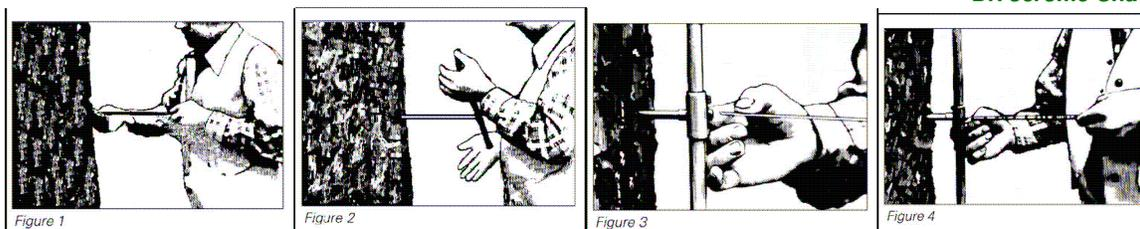
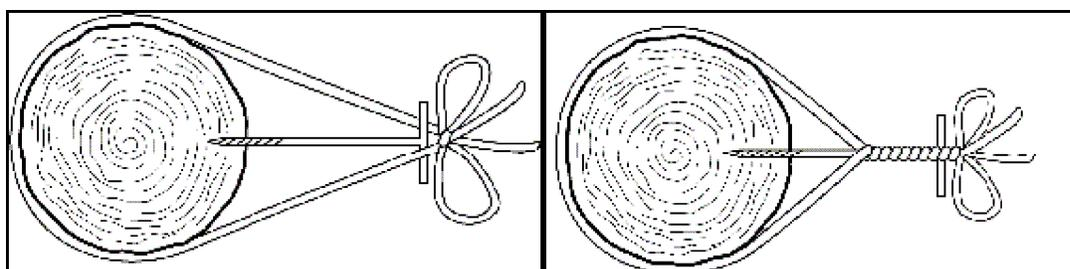

Figura 3: *Diversos pasos en el proceso de extracción de un core de madera*
Figura 4: *Empleo de una cuerda para facilitar el proceso de core en el árbol.*
3. La mayor dificultad está en comenzar la incisión del core en el árbol. Para iniciar el proceso de extracción, sostén la manivela justo detrás de las dos piezas, como muestra la figura 3. Reclínate sobre la barra para proporcionar la mayor presión posible. Pausadamente, comienza a girar la manivela hasta que las dos piezas de cuerda se hayan enroscado completamente y contribuyan al proceso de extracción. No se debe emplear NUNCA fuerza bruta para iniciar el proceso de barrenado en el árbol. El responsable del core NO tiene que ser el más fuerte sino el que tenga una mayor estabilidad. Si después de tres intentos no puedes conseguir introducir el final de la barra de extracción en el tronco, la madera es demasiado dura. Es aconsejable no insistir pues probablemente sólo resulte en la ruptura de la barra de incisión. Para madera dura, suele ser de gran ayuda atar una cuerda alrededor del tronco y del barreno de incremento (figura 4). Cuando comiences a girar la manivela, la tensión de la cuerda incrementará, ayudando la entrada de la barra extractora en el tronco.
4. Una vez que las dos partes de la manivela participan en el avance de la barra de incisión, puedes retirarte un poco del barreno de incremento y comenzar a girar la manivela (Figura 3). La pieza de extracción comenzará a penetrar el tronco. Las maderas duras requieren una cantidad considerable de energía y fuerza. Si en el proceso de avance alcanzas una sección de madera podrida (lo notarás de inmediato por la facilidad de avance) retrocede de inmediato o la pieza incisora puede ser increíblemente difícil de retirar (las dos asas de la manivela no contribuyen al retroceso si no están afianzadas en madera). Es recomendable incisar el árbol hasta pasar la médula del tronco. De forma visual, para investigar la profundidad de la barra de incisión –y la longitud del core-, puedes colocar la barra de extracción al lado del árbol, paralela al barreno de incremento, ya que tiene la misma longitud que la barra de incisión.